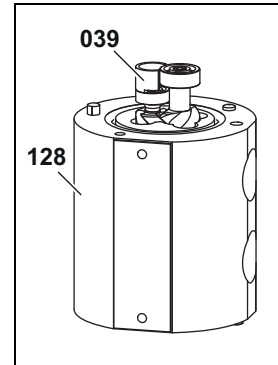

Abb. 3
3. Distanzhülse **039** zusammen mit dem Spindelsatz aus dem Messgehäuse **128** ziehen, siehe Abb. 3, Seite 31.